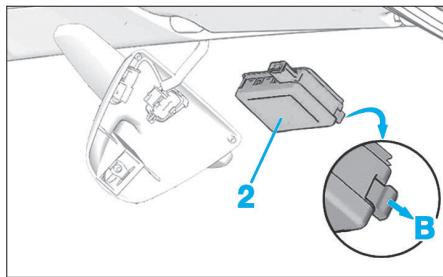

FIG. 2
- Déclipser le module (2) en B (Fig.2).